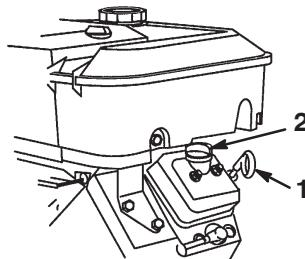

Figure 10
2. Retirez la jauge et essuyez-la sur un chiffon propre (Fig. 10). Remettez la jauge dans le tube en vérifiant qu'elle est enfoncee au maximum. Sortez de nouveau la jauge et vérifiez le niveau d'huile.
3. Si le niveau d'huile est bas, retirez le bouchon de remplissage du couvre-culasse (Fig. 10) et ajoutez la quantité d'huile nécessaire pour amener le niveau au repère maximum sur la jauge. Reportez-vous à la section Huile moteur, page 28, pour connaître le type d'huile et la viscosité qui conviennent. Versez l'huile lentement et vérifiez souvent le niveau durant la procédure. **Ne remplissez pas excessivement.**